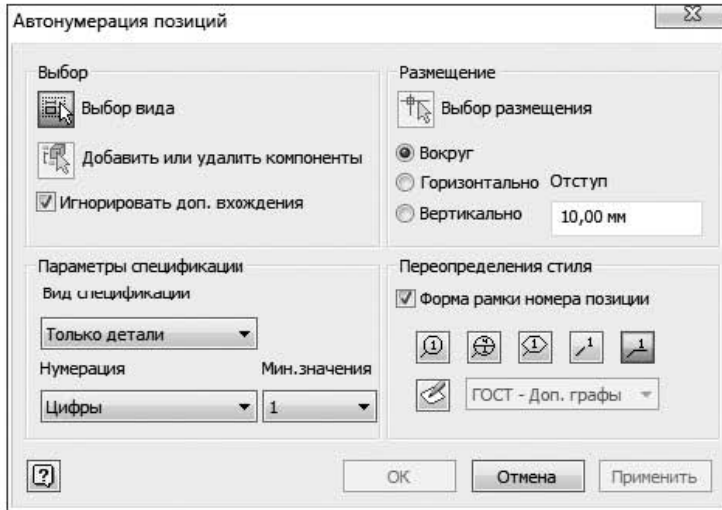

Рис. 9.13. Диалоговое окно команды Автонумерация позиций
7. Зайдите на вкладку ленты Пояснение, нанесите осевые линии, используя команды **Осевая линия**  и для вида сверху — **Окружность центров** , задайте необходимые размеры  и позиции. При нанесении позиций удобнее всего воспользоваться командой **Автонумерация позиций** . Укажите вид чертежа, компоненты сборки и нажмите ОК (рис. 9.13). При необходимости можно изменить как расположение позиций, так и элементы их обозначения.